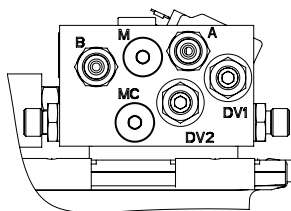

Рис. 7.
- Поверните регулировочный клапан **DV2** (рис. 7) по часовой стрелке до упора, предварительно ослабив контргайку.
- Поднимите платформу в верхнее положение и отпустите кнопку подъема. Платформа начнет опускаться вниз. Отрегулируйте скорость опускания платформы, поворачивая винт клапана **DV1** (рис. 7), предварительно ослабив контргайку. Скорость должна составлять 75 мм/с измеренная на передней кромке платформы. Зажмите контргайку.